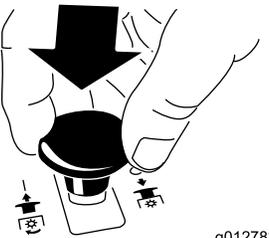

Figure 11
- Abaissez la commande des lames (PDF) jusqu'à la position arrêt (Figure 11).